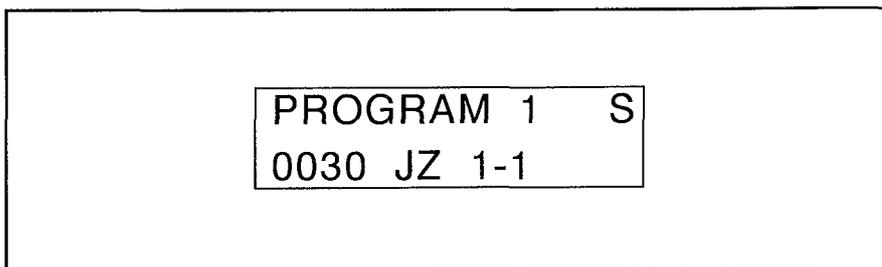

図3-8 ステップ停止したときの表示
- (1) TC時間内にMV等の動作を開始した場合は、非動作時間のカウンタは停止します。
- (2) 「ステップ停止」したあと、運転を再開したときに、まだ非動作状態の場合は、非動作時間のカウンタを0から開始します。
- (3) SS機能により「ステップ停止」したときは、図3-8に示すように、ティーチングペンダントまたはオペレーティングパネルのプログラム名の横に、「S」を表示します。